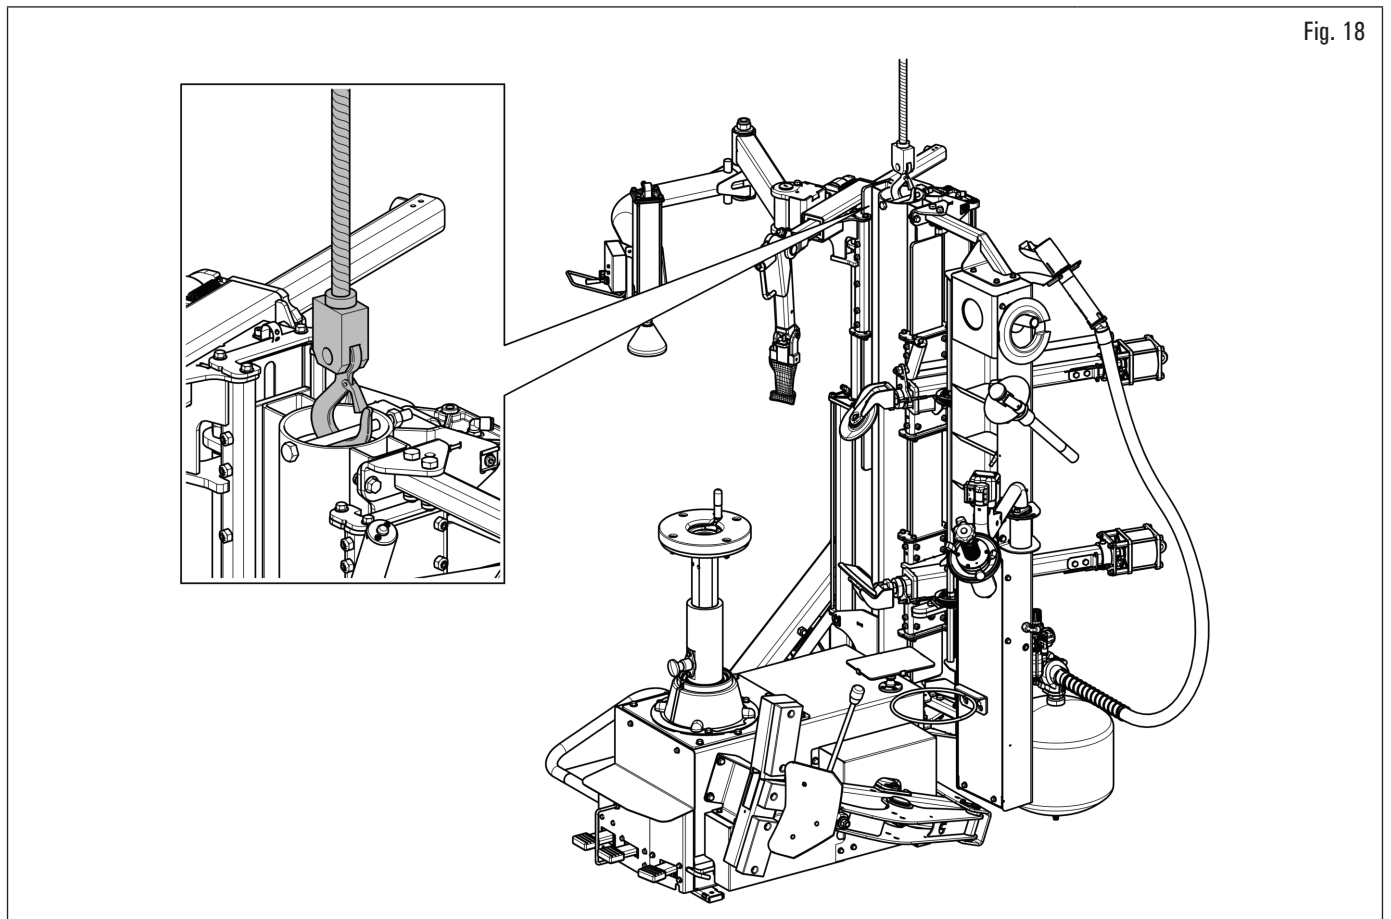

Fig. 18
- Utilizzare cinghie con portata maggiore di 2500 kg (5500 lbs), come indicato in Fig. 18.